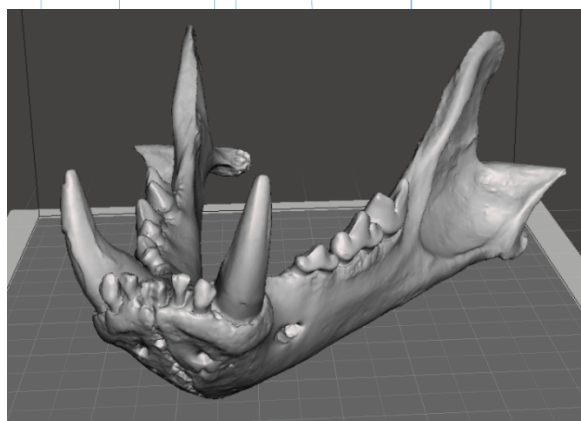

Figura 15: Mandíbula con los agujeros y defectos reparados.
- [31] Figura 15: Mandíbula con agujeros y defectos reparados. Fuente: CETEM